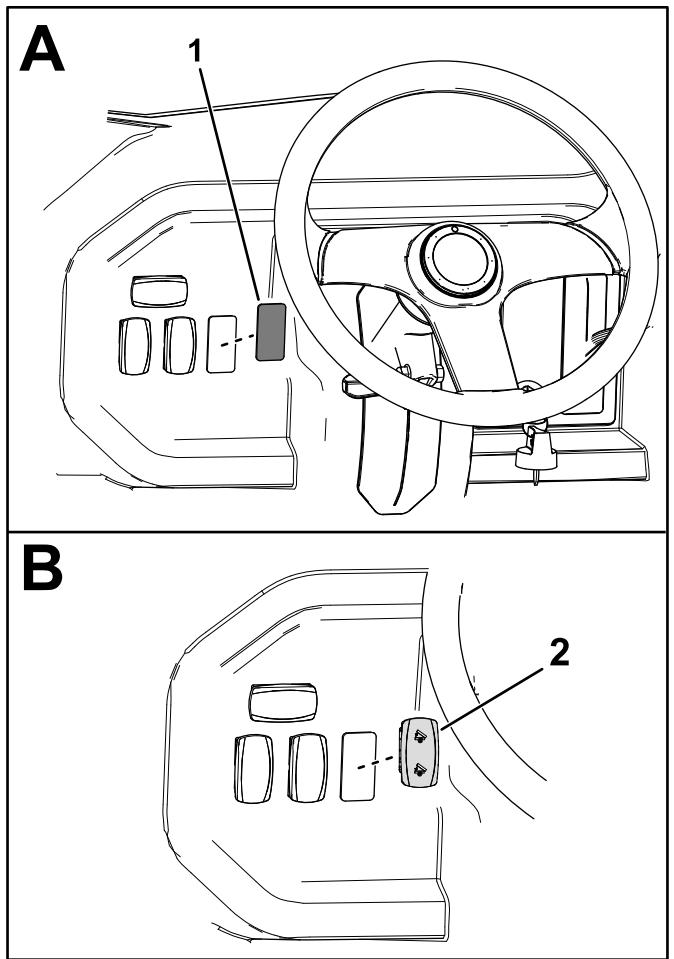

Figura 4
2. Rimuovete il coperchio in plastica dal cruscotto (Figura 4).
3. Montate l'interruttore attraverso l'apertura nel cruscotto (Figura 4).
Accertatevi che l'interruttore sia posizionato nella direzione corretta come illustrato nella Figura 4.